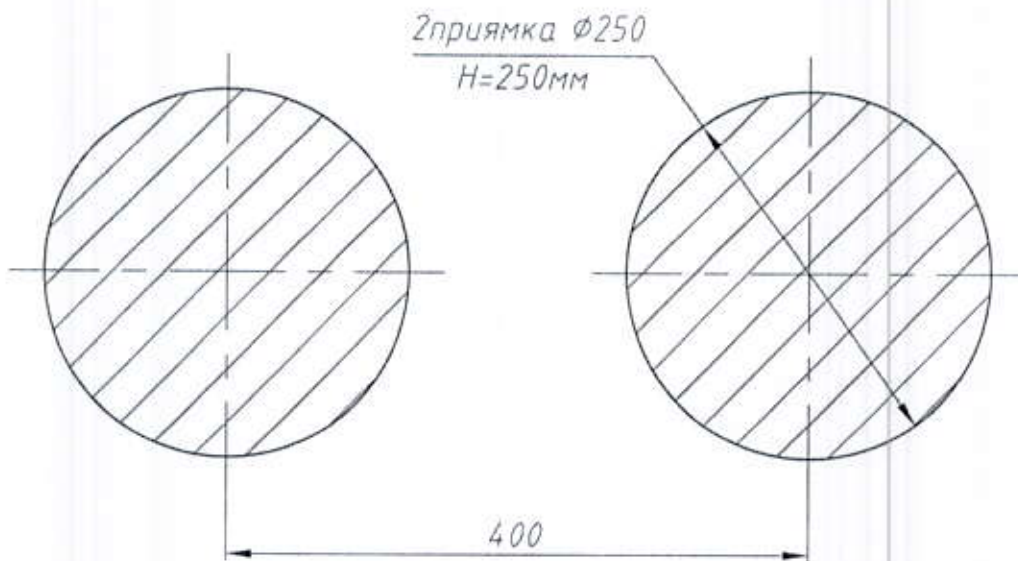

Рис.2 План фундамента урны РТР 052
12.5. Стойку урны опустить в заранее подготовленные фундаментные прямки, выставить по нивелиру вертикальность стойки, забетонировать. Фундаментные прямки выполняются в соответствии с планом фундамента (рис. 2).